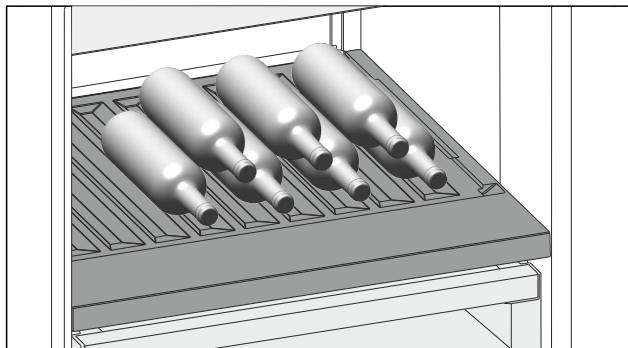

Fig. 130
- Помістіть пляшки дном у напрямку до задньої стінки. (див. Fig. 130)